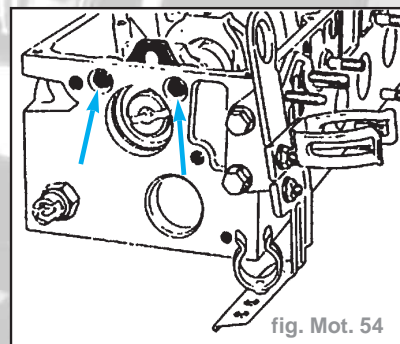

fig. Mot. 54
- Déposer la bride d'arbre à cames suivant les flèches (fig. Mot. 54)